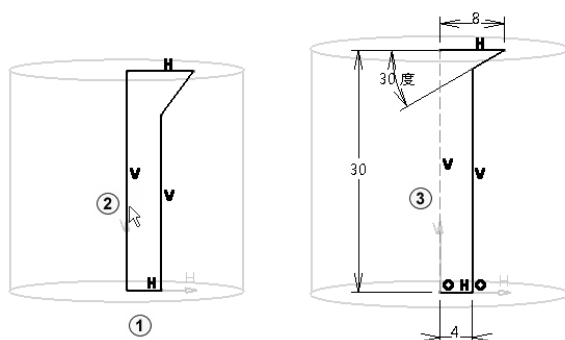

图 3-34 绘制草图
打开第1章中保存的圆柱模型 Part1。从特征树中选择“zx 平面”，单击“草图”按钮，进入草图绘制模式。单击屏幕最下方的“全部适应”按钮，单击“轮廓”按钮，系统弹出“草图工具”工具栏并自动选中了“直线”按钮，在工作区绘制出如图3-34中①所示的封闭图形（注意最后一点要双击）。选择通过原点的垂直线，如图3-34中②所示，单击“构造/标准元素”按钮，使其显示为灰色，表现为虚线。单击“约束”按钮，标注如图3-34中③所示尺寸。单击“退出工作台”按钮。